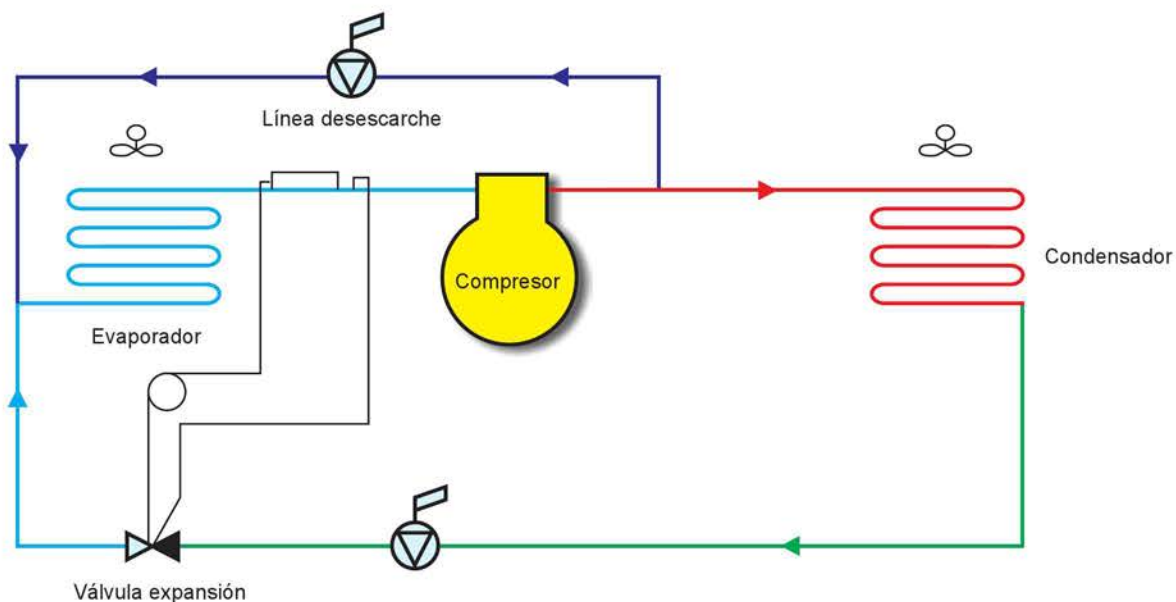

Figura 7.9. Circuito de desescarche por gases calientes
- Consiste en descargar el refrigerante en estado vapor sobrecalentado en el evaporador para realizar el desescarche. Para ello, se coloca una tubería llamada *línea de desescarche* (Figura 7.9.).